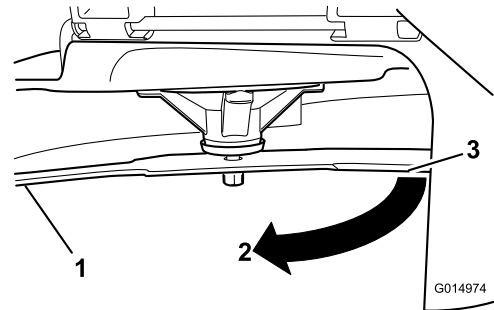

Figure 106
4. Tournez la même lame de 180 degrés pour amener l'autre tranchant à la même position (Figure 106).